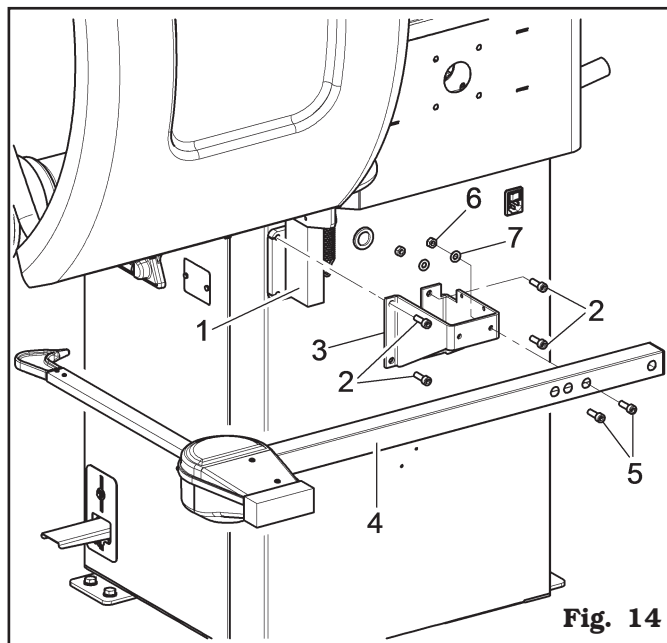

Fig. 14
1. Lossa fästskruvarna till balanseringsanordningens stöd (**Fig. 14 ref. 1**), och var mycket noga med att hålla fast själva stödet.
2. Skruva fast de fyra skruvarna (**Fig. 14 ref. 2**) på mättonets bygel (**Fig. 14 ref. 3**) och i avsedda insatser på ramens bakre del.
Blockera mätarmen (**Fig. 14 ref. 4**) genom att skruva fast de två skruvarna (**Fig. 14 ref. 5**). Blockera dessa skruvar med muttrarna (**Fig. 14 ref. 6**) och brickorna (**Fig. 14 ref. 7**) så att spindeln och mätarmen är nivellerade (se **Fig. 15**).